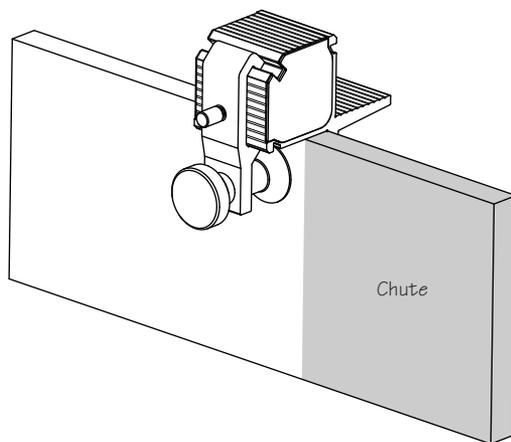

Figure 2 : Guide de sciage à angle droit en place et prêt pour la coupe.
2. Placer le guide sur le bout de la pièce de façon à exposer la **partie à enlever** – voir **figure 2**. Ne pas serrer la bride de serrage pour l'instant.